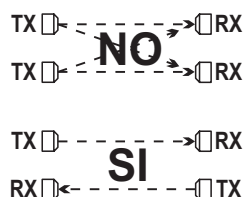
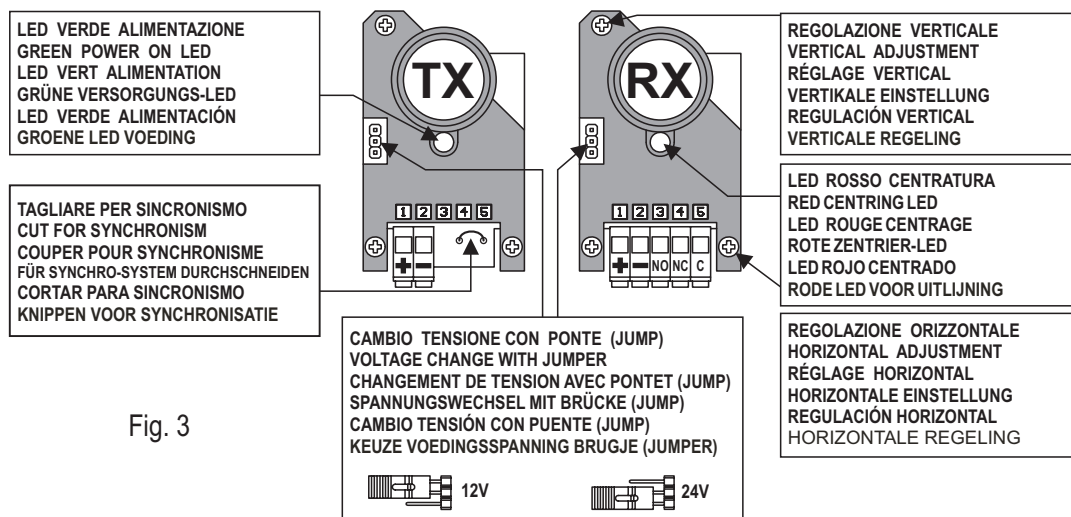

Fig. 1a
Fig. 3
Negli impianti con due coppie di fotocellule i raggi di un dispositivo potrebbero interferire sull'altro causando dei mal funzionamenti, a questo scopo, se disponibile l'alimentazione alternata, è consigliabile **attivare il sincronismo su entrambi i trasmettitori**, (Fig.3); in caso contrario bisogna evitare di sistemare i due ricevitori sullo stesso lato e i trasmettitori sull'altro, ma alternare ricevitore con trasmettitore (Fig.1a).
Bei Anlagen mit zwei Fotozellenpaaren könnten die Strahlen der einen Vorrichtung die andere beeinflussen und Betriebsstörungen verursachen; zu diesem Zweck sollte, falls eine Wechselversorgung zur Verfügung steht, **das Synchrosystem an beiden Sendern aktiviert werden** (Abb.3); andernfalls sollte ein Anbringen der beiden Empfänger auf derselben Seite und der Sender auf der anderen vermieden werden, sondern der Empfänger sollte abwechselnd zum Sender angebracht werden (Abb. 1a).
If two parallel pairs of photocells are used, the rays of one disposal could interfere with another by causing malfunctioning. In case of alternating current it is **advised to set the both transmitters to synchronism** (Fig.3). Otherwise, avoid to place the both receivers on the one side and the both transmitters on the other, but alternate receivers with transmitters (Fig.1a).
En las instalaciones con dos pares de fotocélulas, los rayos de un dispositivo podrían interferir sobre otro provocando problemas de funcionamiento, a tal fin, si se dispone de alimentación alterna, se aconseja **activar el sincronismo en ambos transmisores** (Fig.3); si así no fuera, hay que procurar de no poner los dos receptores de un mismo lado y los transmisores del otro, sino que hay que alternar receptor con transmisor (Fig.1a).
Dans les installations prévoyant deux couples de photocellules les rayons d'un dispositif peuvent interférer sur l'autre causant le mauvais fonctionnement. A ce but, en case du courant alternatif, il est recommandable **d'activer le synchronisme sur tous les deux émetteurs** (Fig.3); en cas contraire, il faut éviter de placer deux récepteurs sur le même côté et deux émetteurs sur l'autre, mais alterner récepteur avec émetteur (Fig.1a).
Als twee paar fotocellen parallel met elkaar geplaatst worden, kan de werking verstoord worden doordat de infrarood straal van één zender beide ontvangers bereikt. Bij wisselspanning (AC) is het **aanbevolen de synchronisatie bij beide zenders te activeren** (Fig.3); indien dit niet mogelijk is mogen beide ontvangers NIET aan dezelfde kant geplaatst worden, de ontvangers en zenders moeten afwisselend geïnstaleerd worden (Fig.1a).
Per agevolare l'allineamento sia il Tx che l'Rx hanno il corpo interno montato su molle e tramite due viti si può orientare in orizzontale e in verticale (fig. 3) oltre a questo i ricevitori dispongono di un led rosso: che si spegne quando la fotocellula è centrata.
Für eine leichtere Fluchtung ist der Innencorpus des Senders und des Empfängers auf Federn montiert und kann durch zwei Schrauben horizontal und vertikal verstellt werden (Abb. 3); darüber hinaus verfügen die Empfänger über eine rote LED, die erlischt, wenn die Fotozelle zentriert ist.
To facilitate alignment, the inside bodies of both the transmitter and receiver are mounted on springs and, with two screws, they can be swivelled horizontally or vertically (Figs. 3). Besides this, the receivers are fitted with a red LED that switches off when the photocell is centred.
Para facilitar la alineación tanto el Tx como el Rx tienen el cuerpo interno montado sobre muelles y con dos tornillos puede orientarse horizontal y verticalmente (fig. 3), además estos receptores cuentan con un led rojo que se apaga cuando la fotocélula está centrada.
Pour faciliter l'alignement, aussi bien le TX que le RX ont le corps interne monté sur des ressorts et il est possible de l'orienter verticalement ou horizontalement en agissant sur les vis (fig. 3); les récepteurs disposent en outre d'une diode électroluminescente rouge lequel s'éteint avec la précision du centrage.
Om de fotocellen uit te lijnen zijn er in de behuizing twee stelschroeven met veren voorzien voor de horizontale en verticale uitlijning (fig. 3).